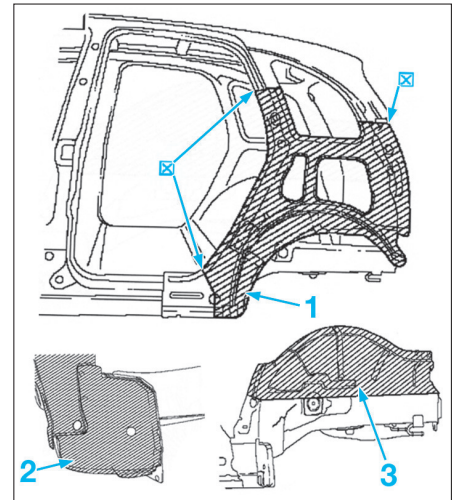

FIG. 73
- Découper et déposer la doublure d'ailé par perçage en tenant compte de la longueur de la pièce, le panneau latéral inf. et le passage de roue int. (Fig.73).